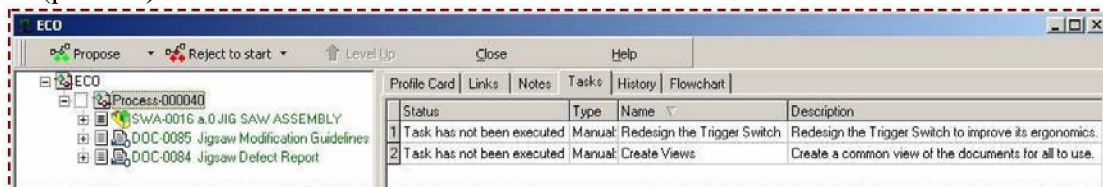

Рис.92
- Перейдите на закладку «Tasks» для того, чтобы еще раз просмотреть присоединенные задачи (рис. 92).